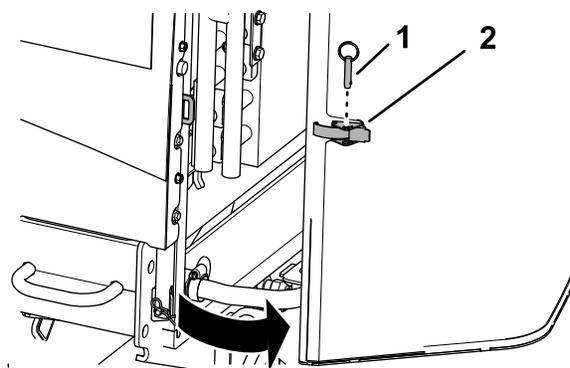

Figura 61
1. Retire o pino esférico do trinco do filtro (Figura 61).